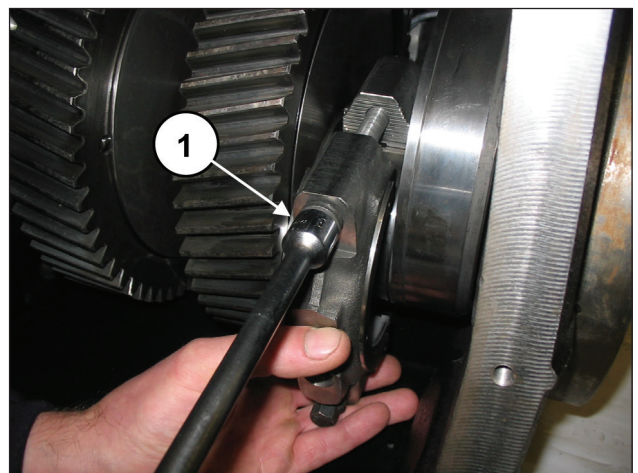

图 84
将连杆帽固定到半连杆，可使用螺栓M12x1.25x87 (①，图 84)。